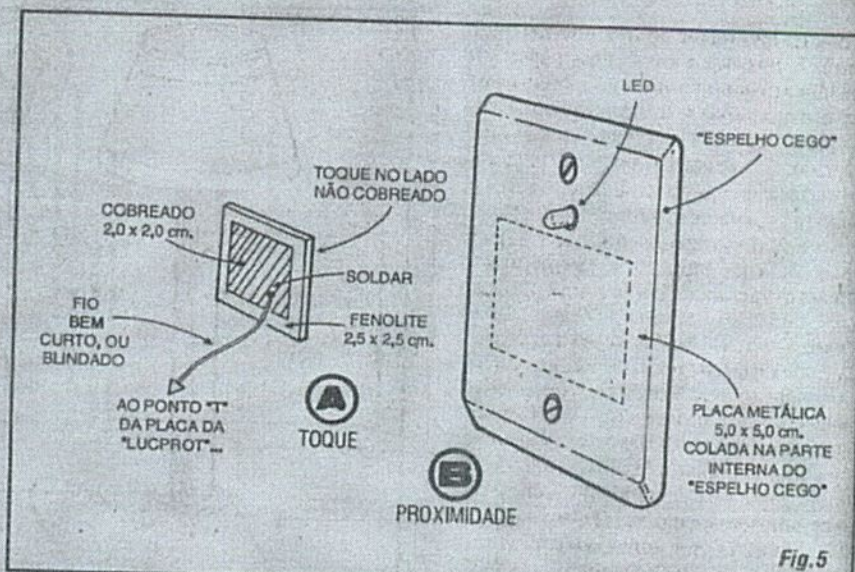

Fig. 5
- FIG. 5 - CONSTRUÇÃO/INSTALAÇÃO DO SENSOR... - Conforme foi dito no início e ao longo da presente descrição, o ponto "forte" do circuito é a completa ausência de contato "físico" direto do dedo do operador, com a superfície metálica do sensor (o que já configura, em tese, um acionamento por proximidade e não propriamente por toque...) visto que esta fica recoberta ou protegida por uma camada isolante (esta, sim, devendo ou podendo ser tocada pelo operador...). No diagrama 5-A vemos uma das possibilidades práticas para a efetivação do sensor, a partir de um quadradinho de fenolite (do mesmo tipo usado para a confecção de Circuitos Impressos...), medindo cerca de 2,5 cm. de lado, cuja face cobreada deve restringir-se a um quadradinho um pouco menor, com cerca de 2,0 cm. de lado (esta parte cobreada deve ser ligada por um fio fino, isolado, e **curto**, ao ponto T da placa da LUCPROT...). A área de "toque" será a face **não cobreada** do quadradinho, que assim poderá ser fixado onde for mais conveniente... Esse sistema nos parece adequado para a utilização da LUCPROT no controle de um abajur, por exemplo... Já em 5-B temos um outro arranjo, apropriado para a utilização do circuito no controle de lâmpadas "normais" dos aposentos de uma casa ou imóvel comercial... No